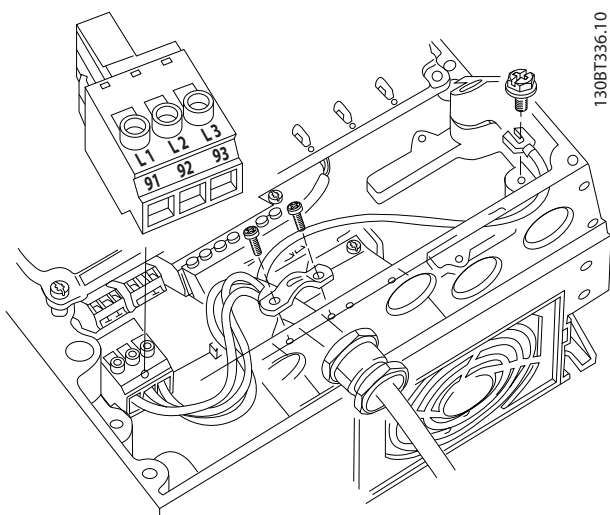

Ilustración 2.11 Conexión a la red de CA
- Conecte el cableado de alimentación de entrada trifásica de CA a los terminales L1, L2 y L3 (consulte *Ilustración 2.11*).